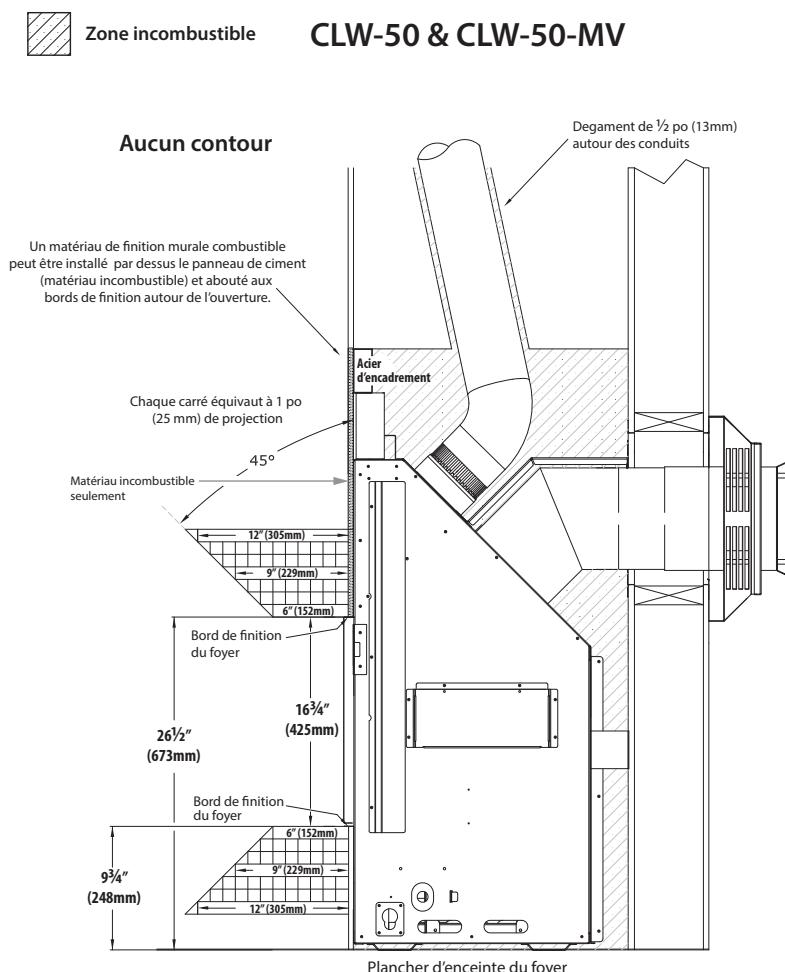

FIGURE 3.10 *Dégagements de l'âtre et du manteau pour une installation sans contour pour le foyer CLW-50*
- La Figure 3.10 montre les limites des matériaux de finition, mesurées à partir du bord de finition, pour permettre d'installer l'un des contours optionnels. La plupart des matériaux de ne pourront pas s'installer en dessous du contour optionnel, une fois installé.